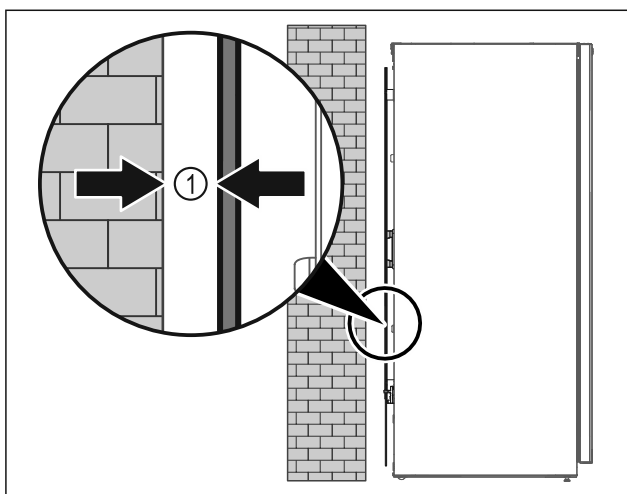

Fig. 10
- ▶ Установите устройство или свободно в помещении или прямо к стене на расстоянии 5 мм Fig. 10 (1).